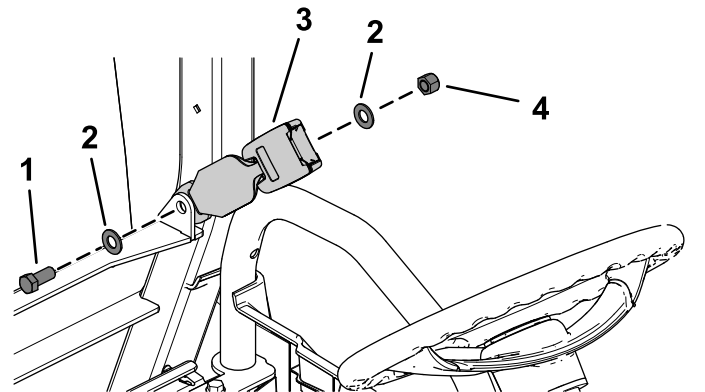

Figura 27
1. Montate un fermo del sedile utilizzando un bullone a testa esagonale (7/16" x 1"), 2 rondelle piane (7/16") e un dado di bloccaggio (7/16") come illustrato nella Figura 27.